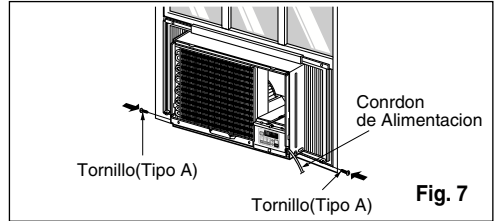

Fig. 7
10. Deslice el chasis dentro del gabinete. (Ver Fig. 7)